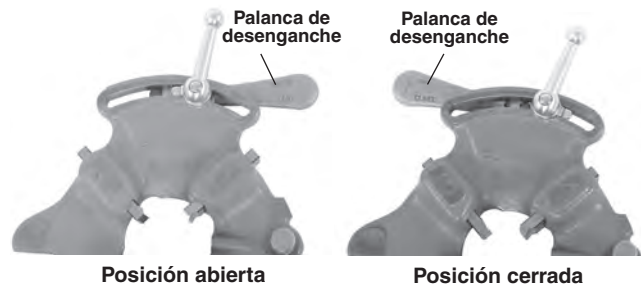

Figura 10 – Posición abierta y cerrada de la palanca
- Coloque la palanca de desenganche en la posición OPEN (ABIERTA) (Figura 10).